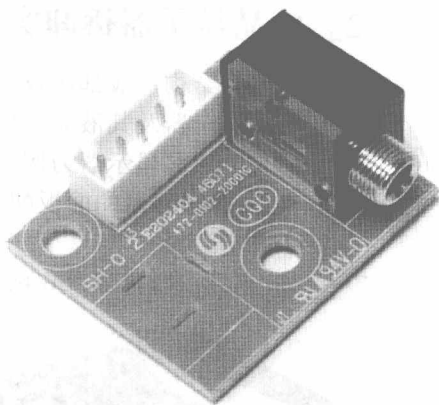

图 15-7 取下液晶显示器的音频接收模块
步骤⑧ 使用螺丝刀将液晶显示器的音频接收模块的螺丝卸下，然后拆下连接电缆，如图 15-7 所示。